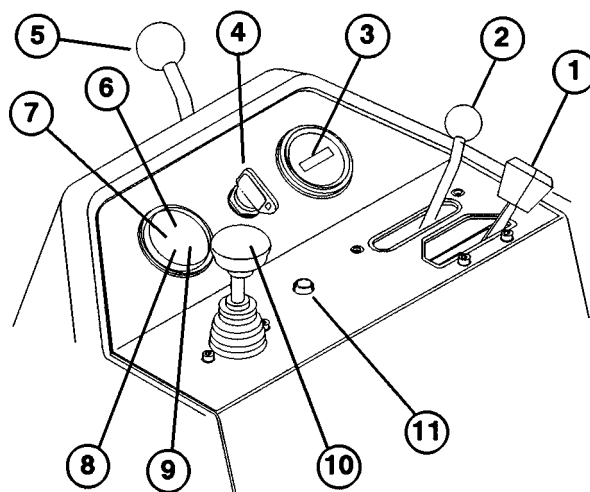

Fig. 10
Gasspådrag (fig. 10)—Regulerer motorens hastighet. Flytt den fremover mot "HURTIG" for å øke motorens turtall og mot "SLOW" for å senke turtallet.
Funksjonskontrollhendel (fig. 10)—Gir to (2) kjørstillinger, pluss en "NØYTRAL" stilling. Det er mulig å skifte fra klipping til transport eller fra transport til klipping (ikke til nøytral) mens Greensmaster 3200-D beveger seg uten å skade maskinen.
Timemåler (fig. 10)—Viser hvor mange timer maskinen har gått ialt. Begynner å virke når tenningsnøkkelen slås PÅ.
Tenningsnøkkel (fig. 10)—Sett nøkkelen i bryteren, drei den med urviserne helt til START-stilling for å starte motoren. Slipp nøkkelen så snart motoren starter, nøkkelen vil gå til stilling PÅ. Drei nøkkelen mot urviserne til stilling AV for å slå motoren av.
Styreamens låsehendel (fig. 10)—Drei hendelen bakover for å frigjøre justeringen, hev eller senk styreamen for førerens komfort og drei så hendelen fremover for å bekrefte justeringen.
Varsellampe for vanntemperatur (fig. 10)—Lampen lyser og motoren slår seg automatisk av når motorens kjølemiddeltemperatur blir for høy.
Omstøtningsknapp, høy temperatur (fig. 10)—Hvis motoren slår seg av på grunn av for høy temperatur, kan du trykke inn omstøtningsknappen og holde den inne til maskinen kan flyttes til et trygt sted og la den avkjøle seg.
Glødeplugglampe (fig. 10)—Lyser for å angi at glødepluggene er på.
Varsellampe, batteri (fig. 10)—Lyser når batteriets lading er lav.
Varsellampe for oljetrykk (fig. 10)—Lyser hvis motorens oljetrykk faller under trygt nivå.
Heve/senke/klippekontroll (fig. 10)—Flytt denne kontrollen fremover under bruk for å senke klippeenhetene og starte sylindrene. Trekk kontrollen tilbake for å stoppe sylindrene og heve klippeenhetene. Sylindrene kan stoppes under bruk ved å trekke kontrollen tilbake et øyeblikk og så slippe den. Start sylindrene igjen ved å flytte kontrollen fremover.